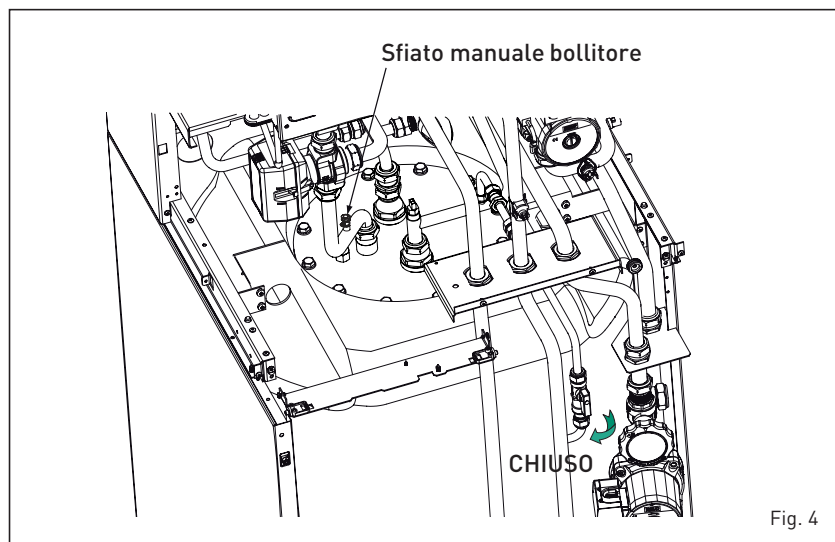

Fig. 4
2.3.3 Fase iniziale di riempimento impianto (fig. 4)
In occasione dell'installazione dell'apparecchio effettuare il riempimento dall'apposito rubinetto di caricamento (fig. 4) fino a che la pressione indicata dal trasduttore risulterà compresa tra **1 e 1,5 bar**. Per agevolare l'operazione di riempimento agire sull'apposito sfianto manuale bollitore (fig. 4).